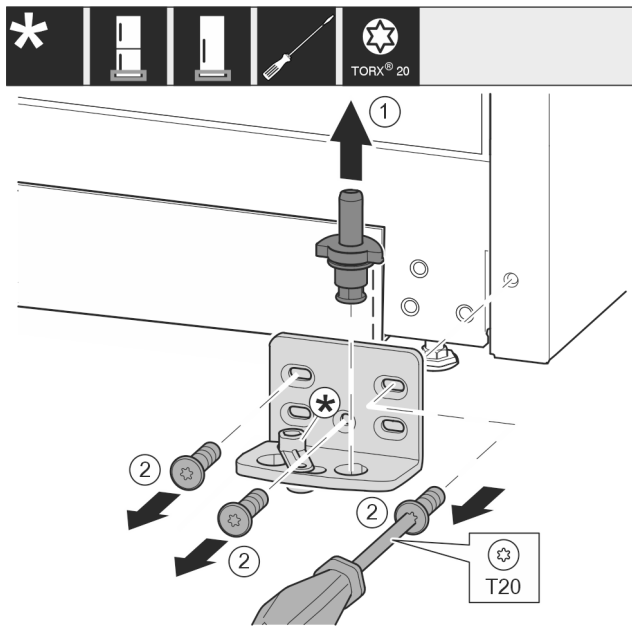

Fig. 13
- ▶ Træk hængselboltten helt opad og ud. Fig. 13 (1)
- ▶ Skru skrueerne ud med skruetrækkeren T20, og tag hængselkonsollen af. Fig. 13 (2)